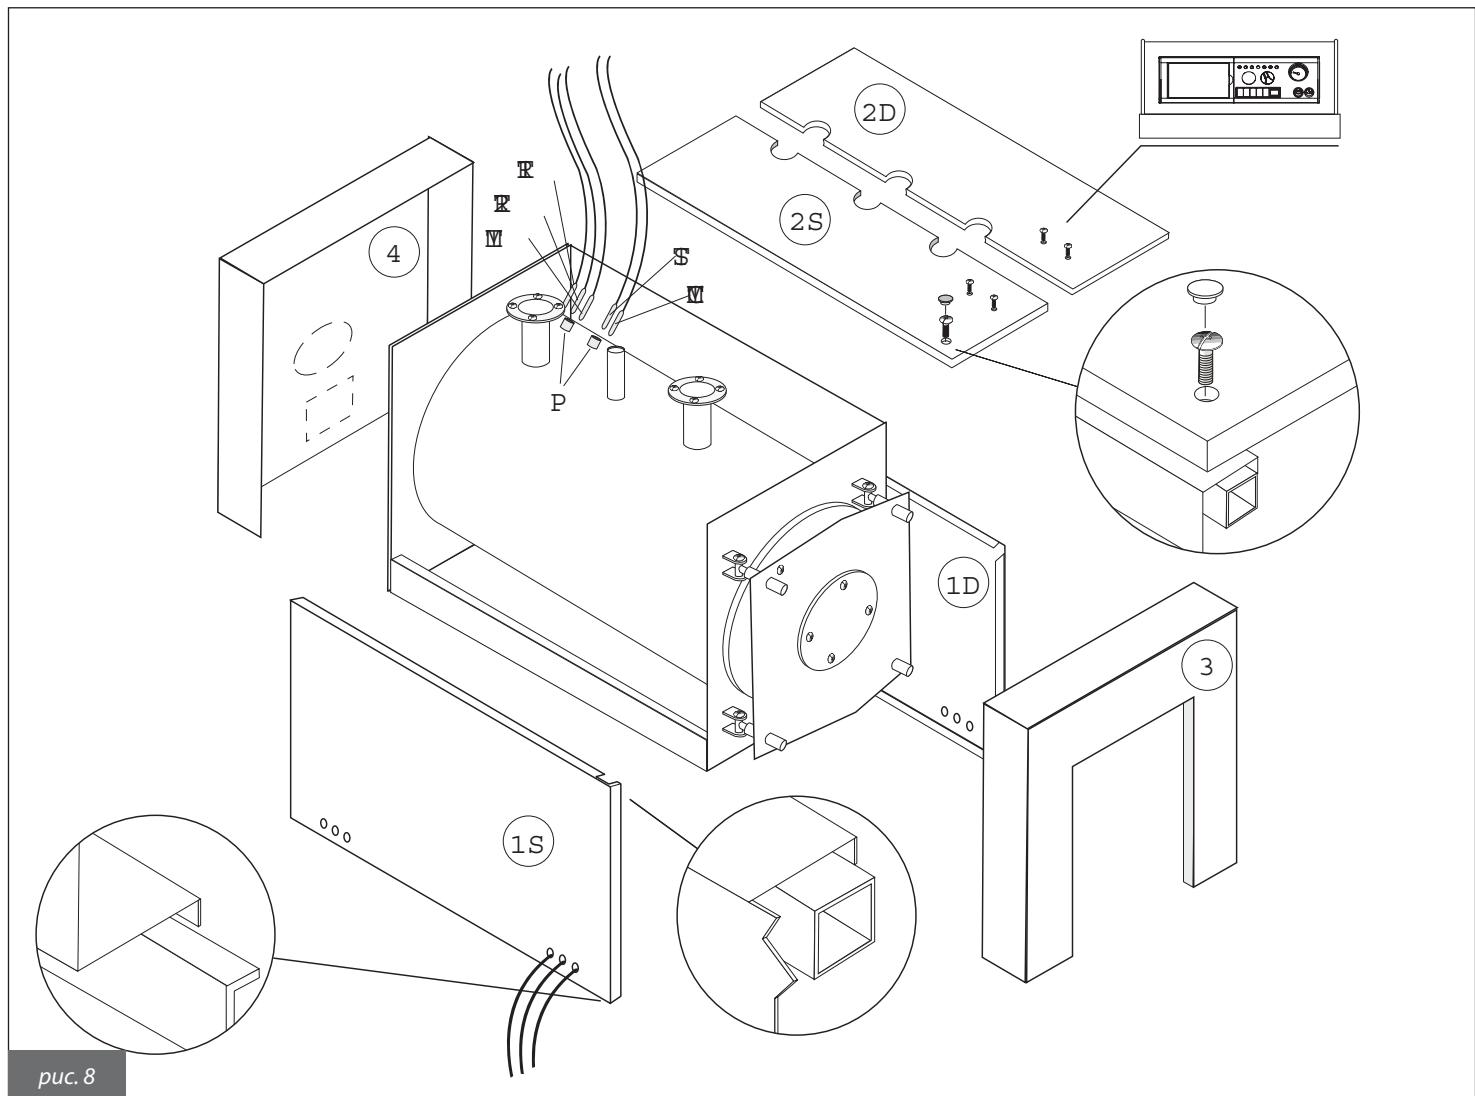

рис. 8
4.1. Облицовка котла для мод. 70÷400 (рис. 8)
- f) Закрепить верхние панели винтами и закрыть проходные отверстия заглушками (см. рис. 8).